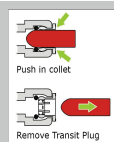

Abb. 1
- Entfernen Sie alle Transportverschlüsse von der Rückseite des Geräts (Abb. 1).